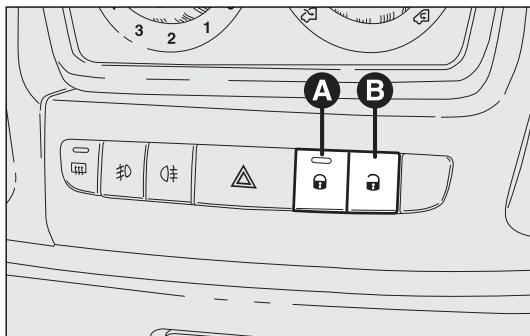

fig. 118
Als een of meerdere portieren/deuren niet vergrendeld zijn na het indrukken van de knop **A** op de afstandsbediening, gaan de richtingaanwijzers en het lampje op de knop **A**-fig. 118 ongeveer 3 seconden snel knipperen. Als de portiervergrendeling is ingeschakeld, zijn de knoppen **A** en **B** fig. 118 uitgeschakeld. Als u de knop **A** op de afstandsbediening twee keer kort indrukt, schakelt het dead lock-systeem in (zie de paragraaf "Dead lock-systeem").
Druk op de knop A-fig. 118 om de portieren/deuren te vergrendelen en op de knop B om de portieren/deuren te ontgrendelen. De portieren/deuren worden centraal vergrendeld. Als de portieren/deuren vergrendeld zijn, brandt het lampje op de knop A; als de knop B wordt ingedrukt, worden alle portieren/deuren ontgrendeld en dooft het lampje. Als de portieren/deuren zijn ontgrendeld, is het lampje gedoofd; als de knop wordt ingedrukt, worden alle portieren/deuren vergrendeld. Alleen als alle portieren/deuren goed gesloten zijn, wordt de portiervergrendeling uitgevoerd.
kunt u de portieren/deuren niet meer ontgrendelen met de knop A-fig. 118 op het dashboard.
- de ont-/vergrendelknoppen A-B fig. 118
Als het systeem is ingeschakeld, knippen de richtingaanwijzers 3 keer en knippert het lampje op de knop A-fig. 118 op het schakelaarpaneel op het dashboard.